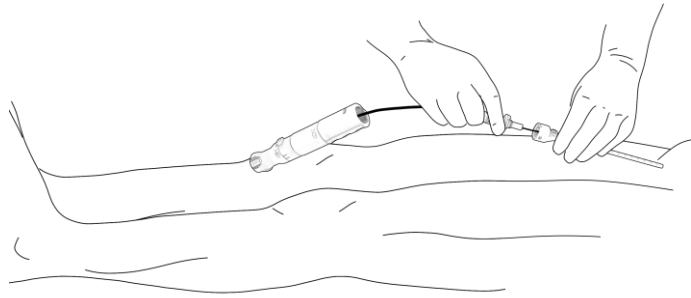

Figure 8. Faire progresser le dispositif de fermeture PerQseal® sur la gaine d'introduction.
- b. Faire progresser la canule de chargement sur le guide, vers le raccord de la gaine d'introduction, Figure 8. En cas de difficulté à suivre le guide, s'assurer que celui-ci n'est pas plié et qu'il ne contient pas de sang coagulé ni de thrombus.